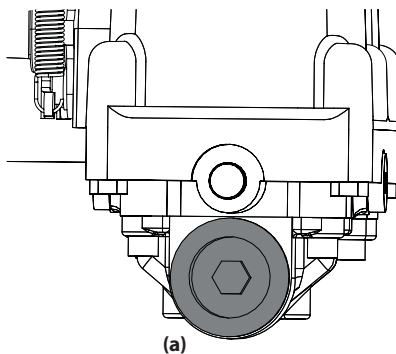

Figure 4-8
2. Placez un récipient sous le bouchon de vidange (a) de la transmission. Retirez le bouchon de vidange (a) et vidangez l'huile de la transmission. Voir Figure 4-8.